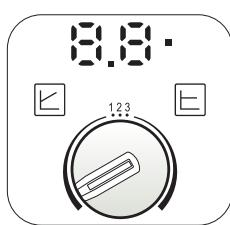

рис. 32
- Настройка Dp-v пропорционального напора (рис. 32)